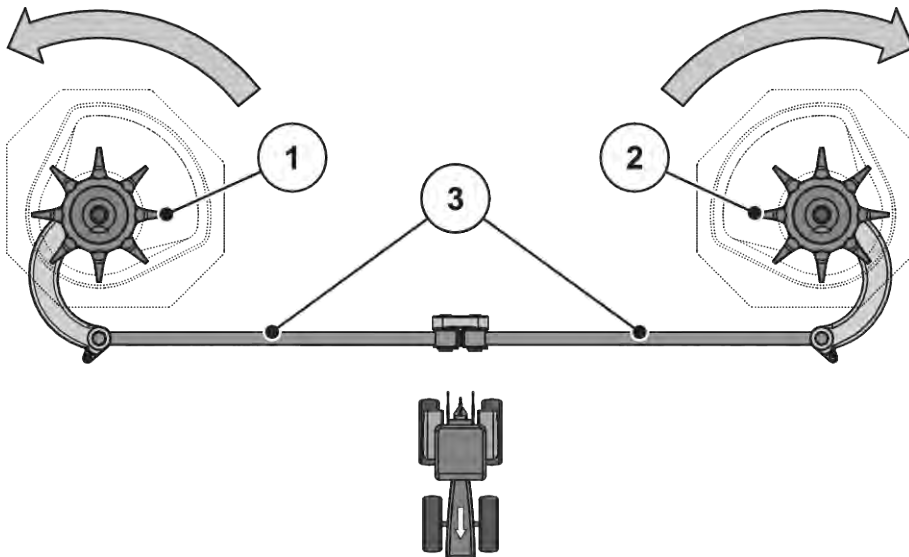

Рис. 60: Перевірка привода мішалки
- Прокрутіть змішувальну головку рукою **в напрямку руху розкидального диска**. Див.. Рис. 60 Перевірка привода мішалки.
- Із силою прокрутіть змішувальну головку рукою або за допомогою ремінного ключа для масляного фільтра **проти напрямку руху розкидального диска**. Див. Рис. 60 Перевірка привода мішалки